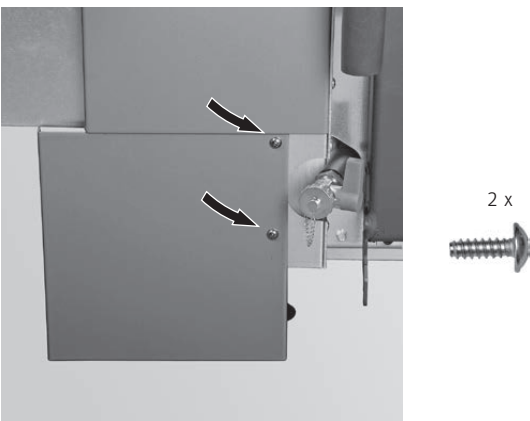

Fig. 86 Montare la mascherina
► Fissare la mascherina anteriore in basso con 2 viti – Fig. 86.